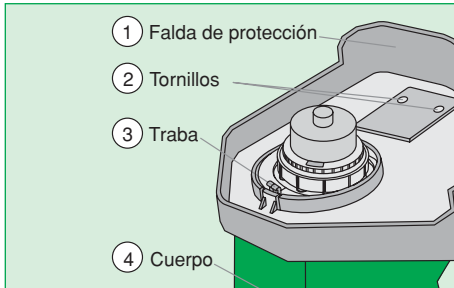
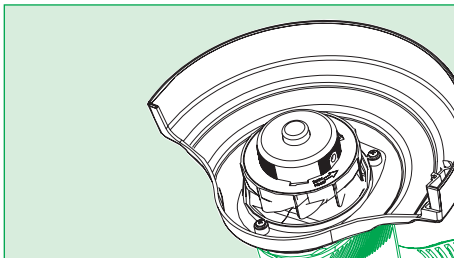

Fig. 1
Fig. 2
- ✓ Usted recibe el cortacésped/podadera TRAPP montado, excepto la falda de protección. Ella viene acondicionada junto al equipo, en el mismo embalaje. Para montarla, gire el cortacésped/podadera hacia arriba (Fig. 1).
- ✓ Ponga la falda de protección conforme el dibujo, encájela en la traba (3) (Fig. 2), presiónela junto al cuerpo (4), coloque los tornillos (2) y dé el aprieto (Fig. 1).